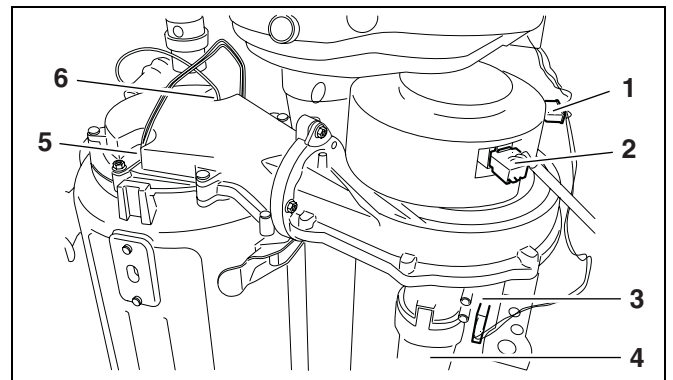

Рис. 38 Отсоединение штекера от воздуходувки и газопроводной арматуры
- Отсоединить штекер (рис. 38, **поз. 1, 2 и 3**) от газового/воздушного блока.
- Демонтировать воздухозаборник с газового/воздушного блока (рис. 38, **поз. 4**).
- Отсоединить штекер от ионизационного штифта (рис. 38, **поз. 6**) и накаливающего элемента (рис. 38, **поз. 5**).